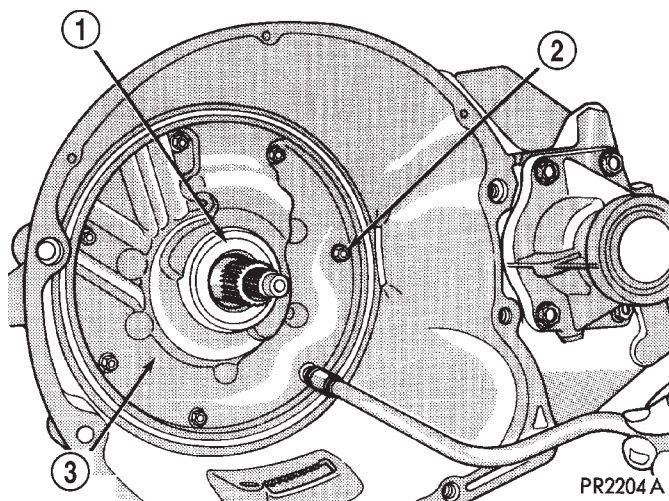

Fig. 59 Pernos de fijación de la bomba de aceite
(18) Revise la arandela de empuje nº 1 (en el apoyo de reacción) y reemplácela según sea necesario.
(19) Instale la bomba de aceite en el transeje (Fig. 59). Apriete los pernos con una torsión de 31 N·m (275 lbs. pulg.).